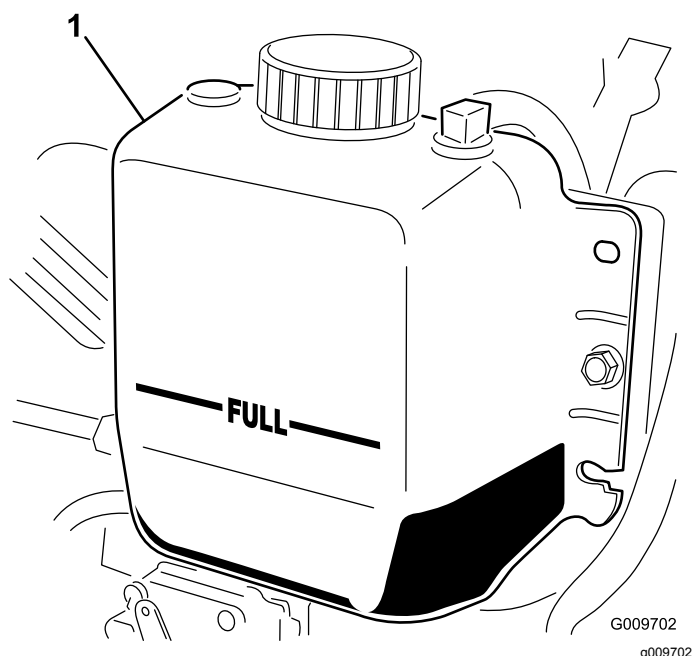

Figura 15
2. Controllate il livello del refrigerante nel radiatore. Il radiatore deve essere riempito fino alla parte superiore del collo del bocchettone ed il serbatoio di espansione fino al segno di pieno Full (Figura 15).